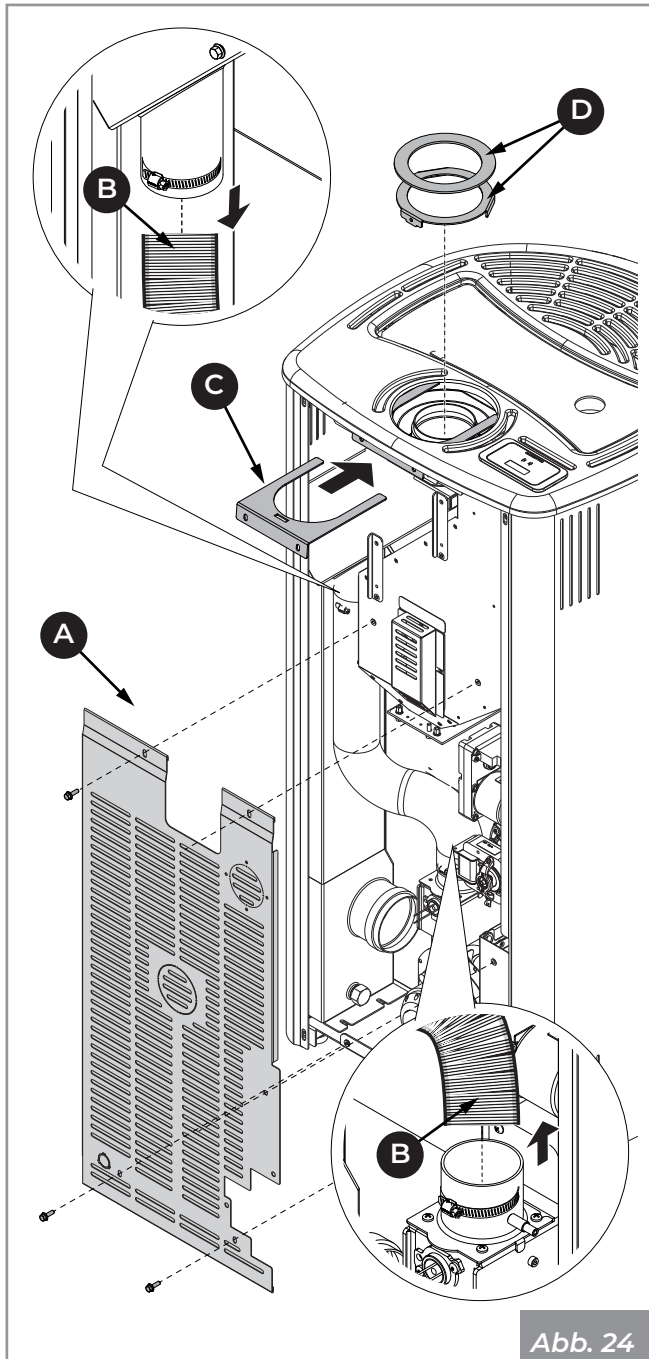

Abb. 24
- Die Kurve bringen **(D)** (Abb. 24).